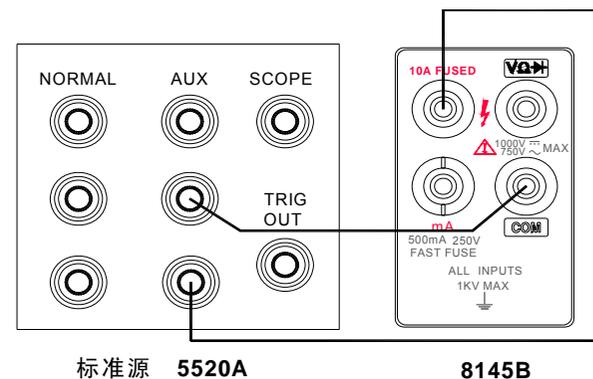

图 5—3
- (1) 使标准设备处于 ‘STBY’ 状态，按下 8145B 的 **DCA** 键，仪表进入直流电流校准状态。
- (2) 按图 5—3 所示连接仪表和标准设备。
- (3) 按 8145B 的 **▲** 键选择 10A 量程。
- (4) 按 8145B 的 **SHIFT** 键，进入 10A 量程的直流校准，LCD 主显显示 3A,设置标准器
- (1) 使标准设备处于‘STBY’状态，按下 8145B 的 **ACV** 键，进入交流电压校准状态。
- (2) 按图 5—1 所示连接仪表和标准设备。
- (3) 按 8145B 的 **SHIFT** 键，进入 300mV 量程校准。
- (4) 按 8145B 的 **MNMX** 键，选择 30mV 校准点，显示器左上方出现符号‘F’（first），辅显显示所加信号频率应为 1KHz。
- (5) 设置标准器输出为 30mV、1KHz，并按标准设备的 **OPR** 键送输出给被校仪表。
- (6) 使仪表保持至少 20 秒，按 8145B 的 **REL** 键保存校准值，并且 LCD 主显显示‘SAVE’符号，若显示‘Err’符号，则重新检查标准器的设置，仪表的功能设置和接线是否正确。
- (7) 按 8145B 的 **MNMX** 键, 选择 300mV 校准点, 显示器左上方出现符号 ‘S’ (second), 辅显显示所加信号频率应为 1KHz。
- (8) 将标准器输出设置为 300mV、1KHz 送给被校仪表。
- (9) 使仪表保持至少 20 秒, 按 8145B 的 **REL** 键保存校准值, 并且 LCD 主显显示 ‘SAVE’ 符号, 若显示 ‘Err’ 符号, 则重新检查标准器的设置, 仪表的功能设置和接线是否正确。
- (10) 按 8145B 的  键更换量程。
- (11) 重复(3)~(10)步骤直至所有量程校准完毕。